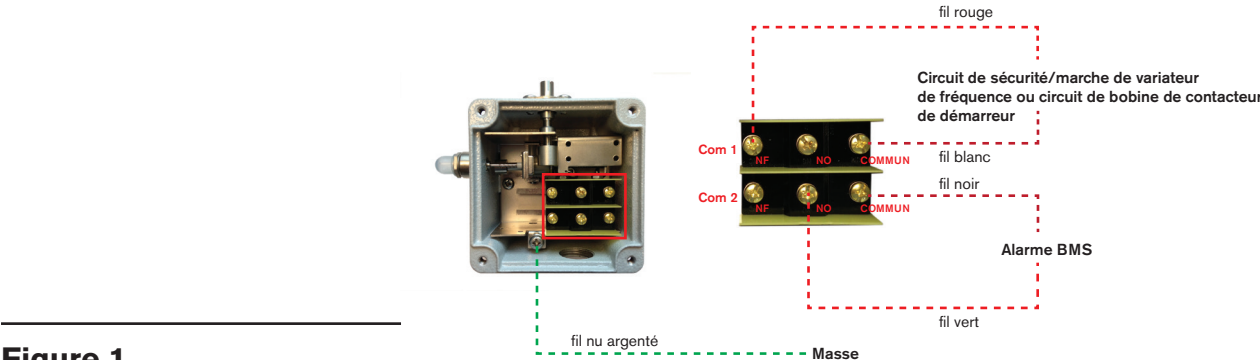

Figure 1
4. Effectuez les branchements électriques nécessaires au commutateur de vibration. Voir la **Figure 1** pour l'emplacement des cosses électriques et le câblage typique. ***Ne dépassez pas la tension ou l'intensité nominales des contacts.*** Suivez les codes/méthodes électriques appropriés lors des branchements électriques. Veillez à fixer le câble électrique à la machine sur toute sa longueur et à l'isoler correctement contre les courts-circuits électriques. L'utilisation d'un conduit est recommandée.
Avant de tester le commutateur, assurez-vous qu'il a été réarmé. Si le piston rouge ressort vers l'extérieur, enfoncez le bouton de réarmement vers l'intérieur pour réarmer le commutateur, **Figure 1**.
Le commutateur est sensible aux chocs. Frappez le couvercle ou la tige de support du commutateur avec un maillet sans rebond pour déclencher le commutateur. Un déclenchement est indiqué visuellement par un piston rouge qui ressort dans le bouton de réarmement, **Figure 1**. Réarmez le commutateur pour l'utilisation.